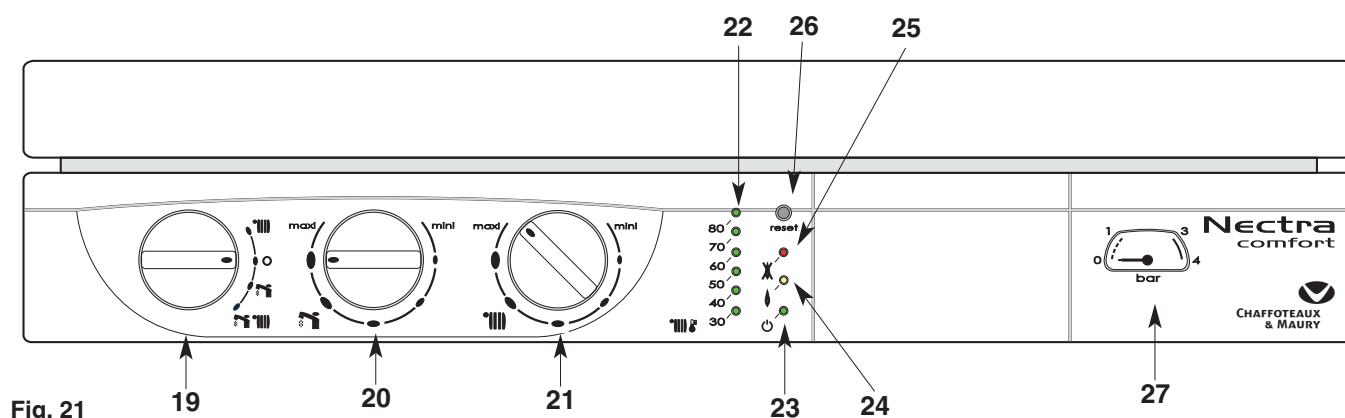

Fig. 21
Tableau de bord (fig. 21)
- Placez le commutateur **19** (fig. 21) en position
«   » voyant vert **23** allumé ; le voyant orange **24** (fig. 21) s'allume chaque fois que le brûleur entre en fonction.
Le bouton de réglage du chauffage **21** «  » (fig. 21) donne la possibilité d'ajuster la température de l'eau du circuit de chauffage en fonction des besoins saisonniers.
L'indicateur **22** «  » (fig. 21) affiche cette température.
- Placez le commutateur **19** en position « **O** » le voyant vert **23** (fig. 21) reste allumé. La fonction hors gel de la chaudière reste active.
*Ne pas oublier de le rouvrir en début de saison de chauffage, lorsque l'on replace le commutateur **19** (fig. 21) en position «   ».*